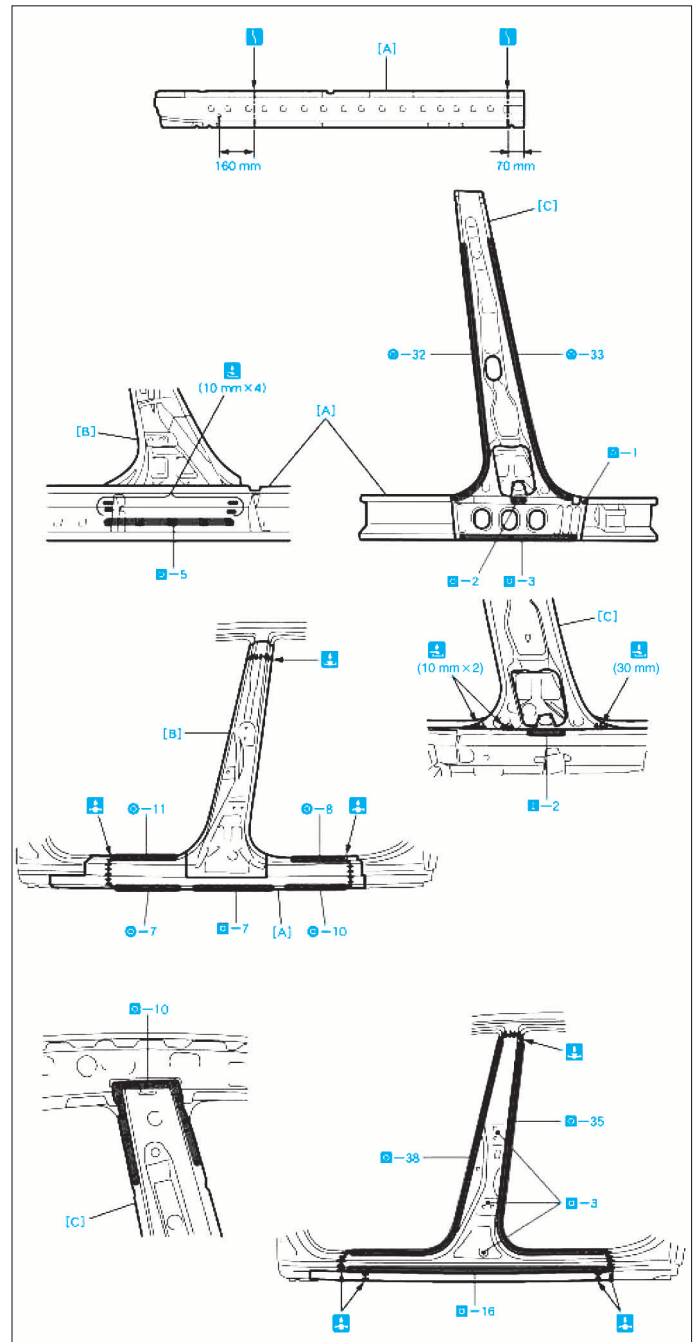

FIG. 20
- Après la soudure (Fig.20), appliquer de la mousse en polyuréthane sur les pièces correspondantes.